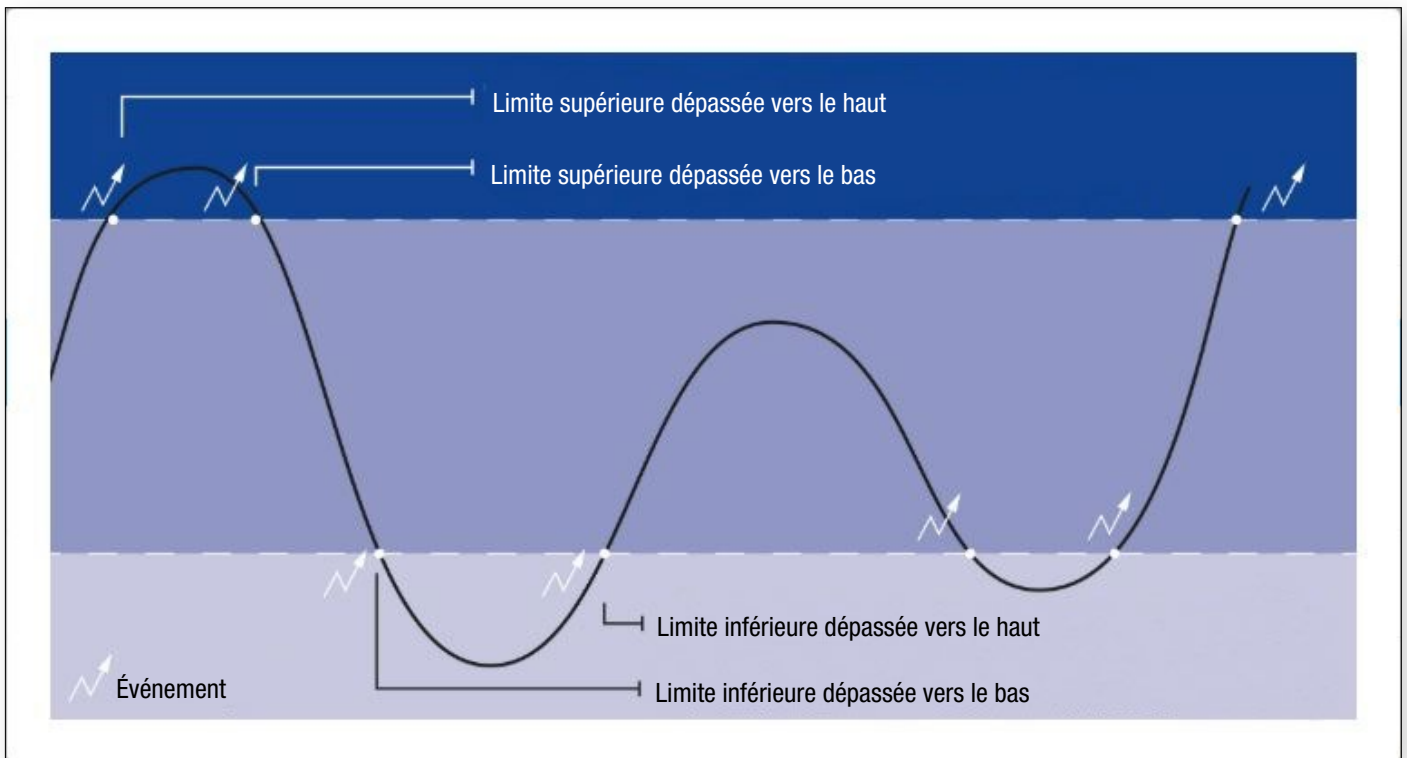

Figure 70
- 10 Le point d'interrogation permet d'obtenir une vue graphique de la définition de la limite. Pour fermer la fenêtre, cliquez à nouveau sur le graphique (voir Figure 70).